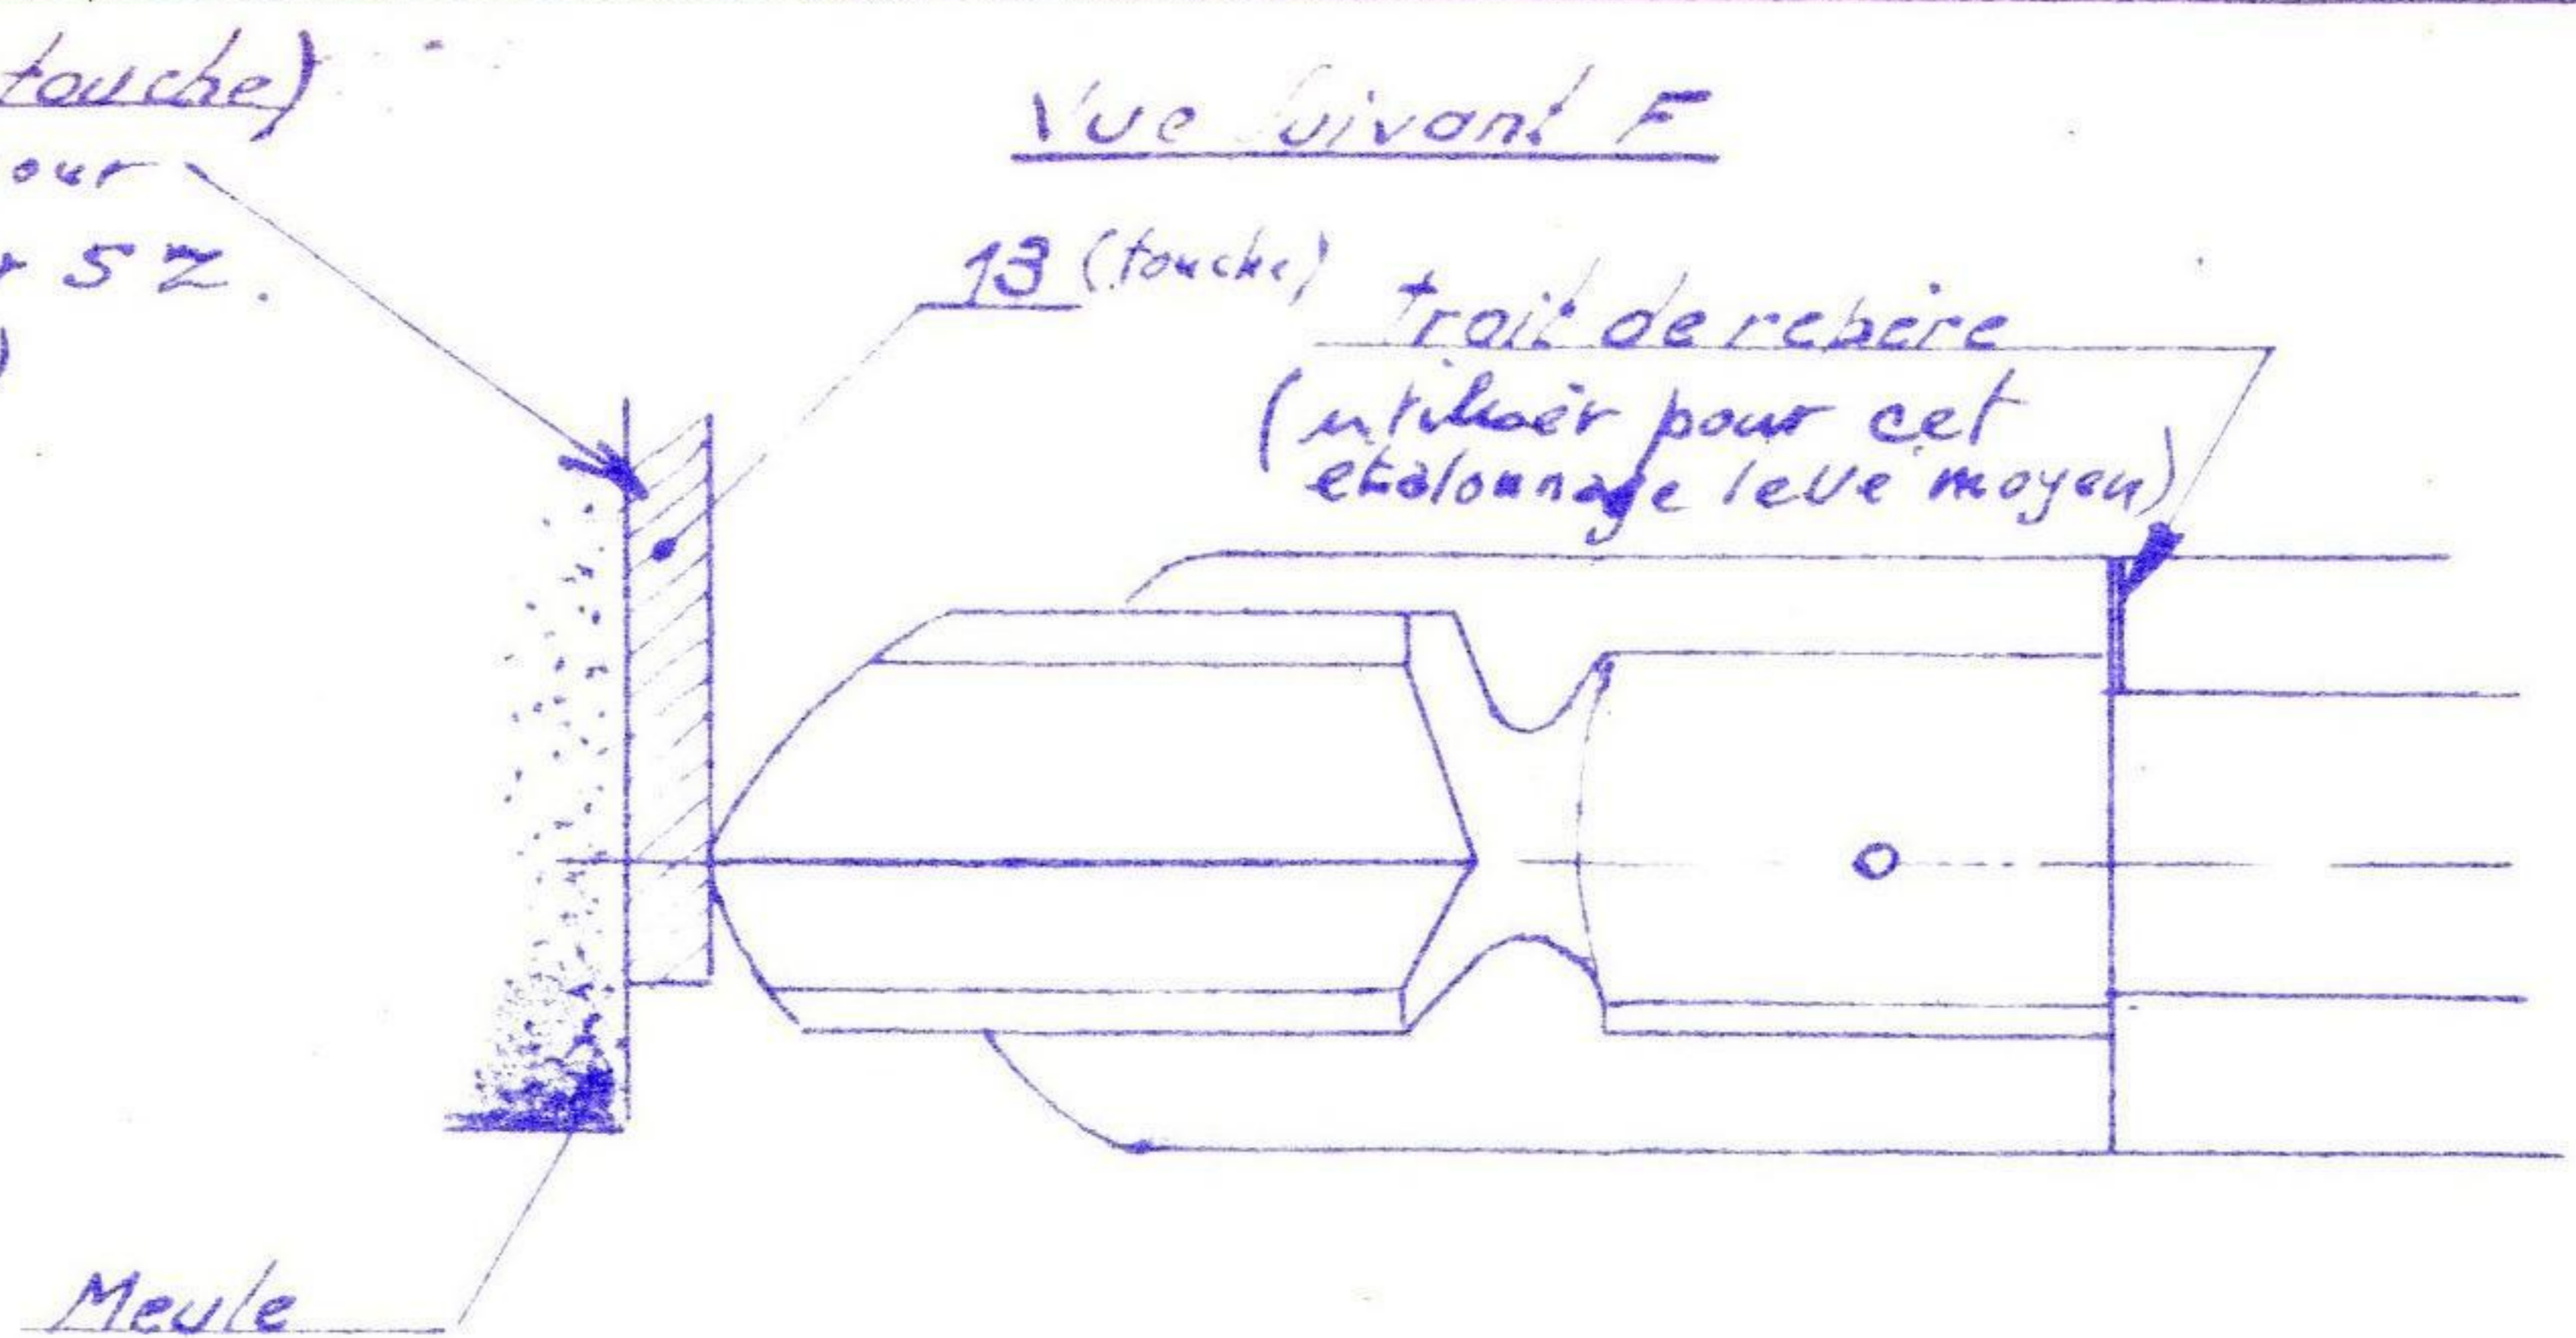

Fig. 4
- 2° - Rapprocher l'ensemble de l'appareil vers la meule (à l'aide du volant (4)) jusqu'à laisser un écartement correspondant à l'épaisseur de la touche de réglage (13) qui, dans ce cas, tient lieu de pige (fig. 4).